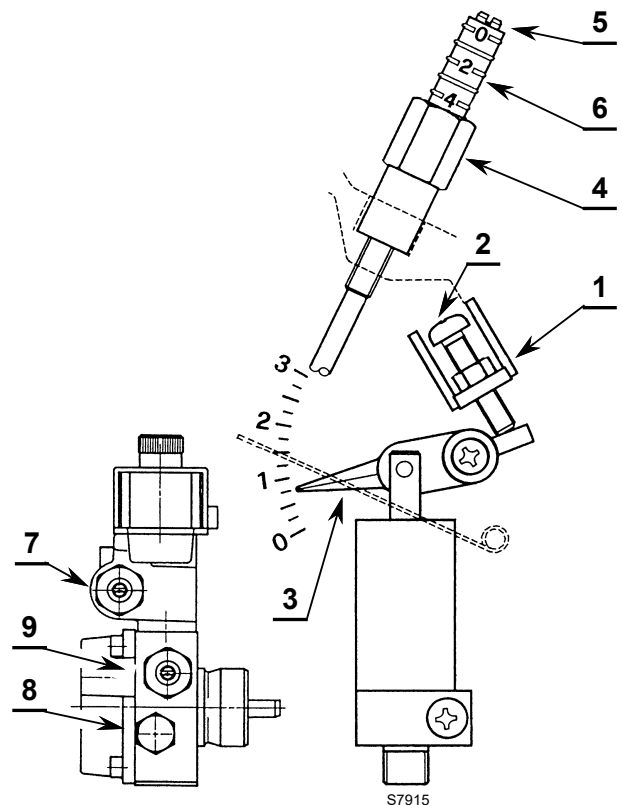

Abb. 13
- Lösen Sie die Mutter 1)(Abb. 13), betätigen Sie die Schraube 2)(Abb. 13) und stellen Sie den Zeiger 3)(Abb. 13) in die gewünschte Position.
- Nach der Einstellung die Mutter 1)(Abb. 13) wieder festziehen.
Stellen Sie bei Bedarf den Druck durch Betätigen der Schraube 7) neu ein (Abb. 13). Der Druckmesser zur Kontrolle des Drucks wird anstelle des Stopfens 8)(Abb. 13) montiert.
- Lösen Sie die Mutter 4)(Abb. 13), betätigen Sie die Schraube 5)(Abb. 13) und stellen Sie den Zeiger 6)(Abb. 13) in die gewünschte Position.
- Nach der Einstellung die Mutter 4)(Abb. 13) wieder anziehen.
Stellen Sie bei Bedarf den Druck durch Betätigen der Schraube 9) neu ein (Abb. 13). Der Druckmesser zur Kontrolle des Drucks wird anstelle des Stopfens 8)(Abb. 13) montiert.